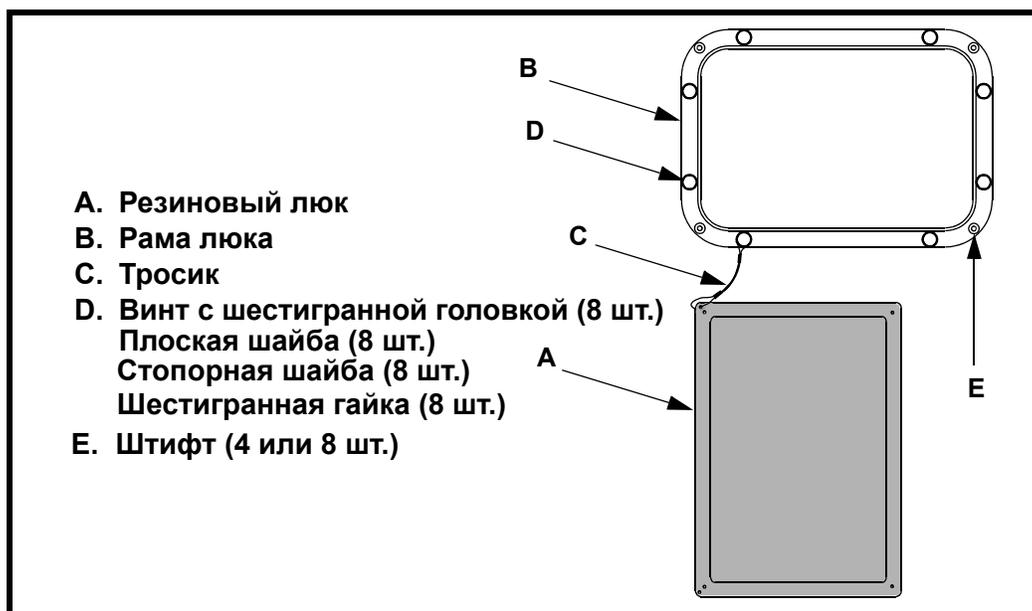

Рис. 1 Установка смотрового люка Martin®
1. Снимите резиновый люк (А, рис. 1) с рамы люка (В).